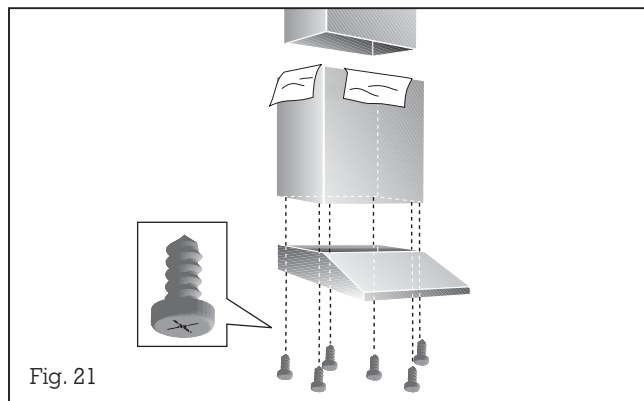

Fig. 21
- Reliez le sabot de cheminée à la partie inférieure du conduit, avec 6 vis (3,5 x 9,5 mm) (fig. 21).